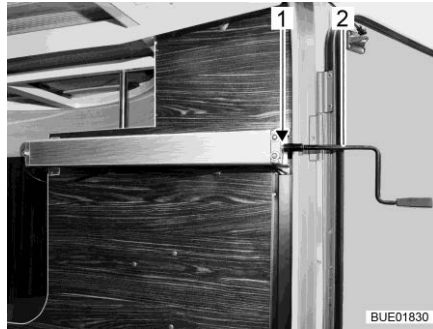

Fig. 135 Manovella nel garage di coda
- Fissare la manovella (Fig. 135,2) sul perno (Fig. 135,1).